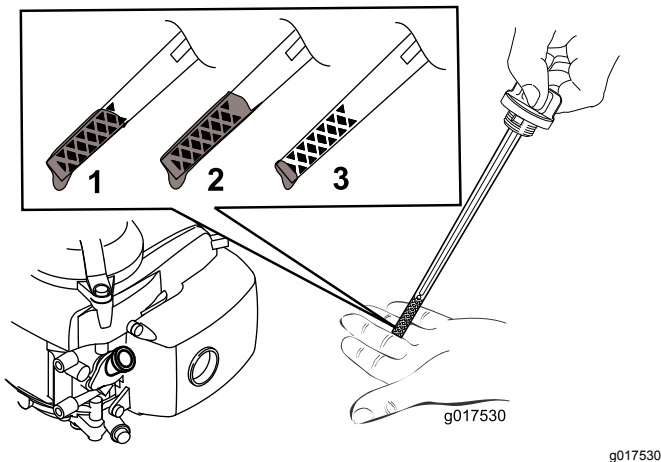

Bild 19
3. Entfernen Sie den Peilstab, indem Sie den Deckel nach links drehen und herausziehen (Bild 19).
10. Lesen Sie den Ölstand am Peilstab ab. (Bild 19)